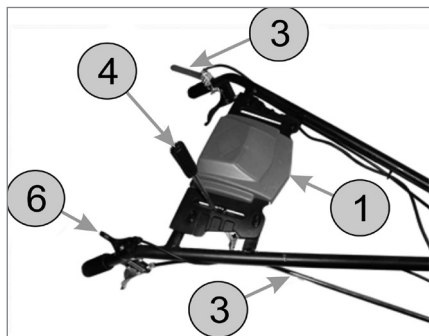

Рис. 9 Руль управления
13. Установите рычаг включения передач в посадочное место на руле и зафиксировать пальцем со шплинтом из комплекта, соединить рычаг с тягой включения передач, зафиксировать шплинтом из комплекта (Рис. 9)